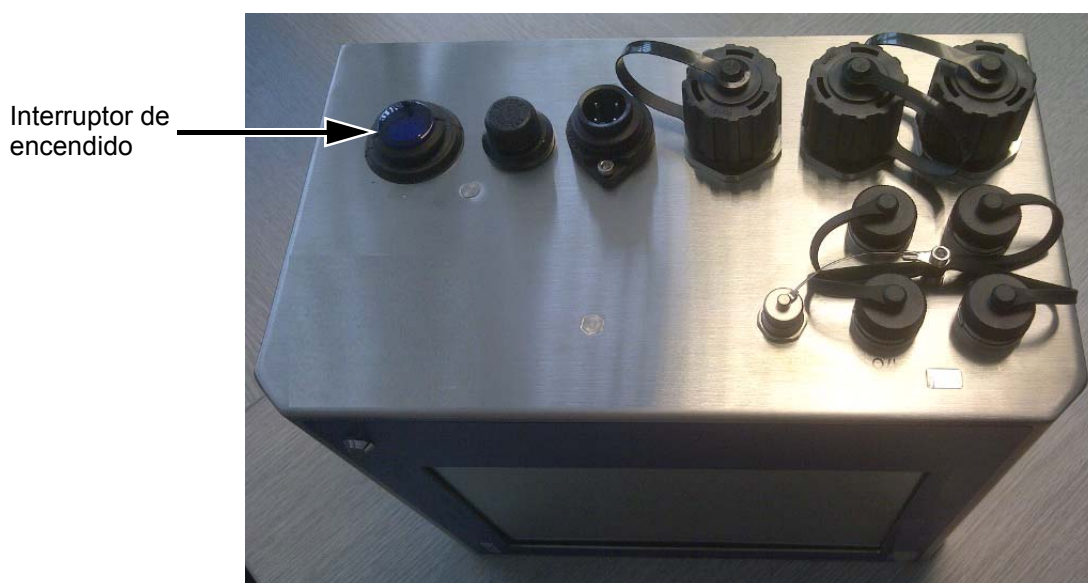

Figura 5-6: Interruptor de encendido de la impresora
- 4 Pulse el interruptor de encendido del controlador CLARiTY (consulte la Figura 5-6).